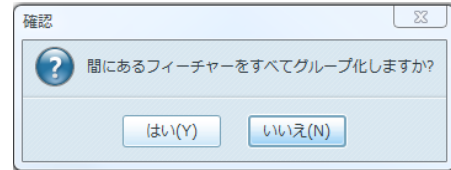

図 13-114 押し出し 1, 2 のグループ化
- モデルツリー内の上記のどちらかの「文字上」で右クリックし、「グループ」を選択してグループ化する。すると「間にあるフィーチャーをすべてグループ化しますか?」と聞かれるので、「はい」を選択する。(図 13-114)